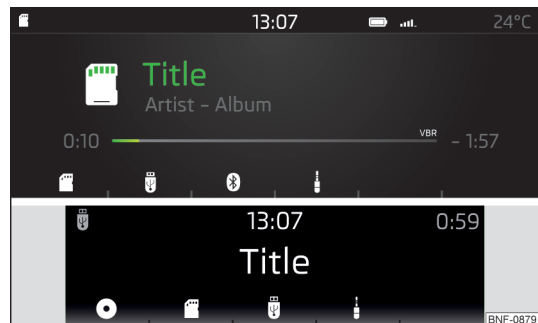

Fig. 105
- Tryk på knappen **[MEDIA]**, og vælg den ønskede kilde ved hjælp af funktionsknapperne for at **vælge audiokilden i hovedmenuen Medier** » Fig. 105.